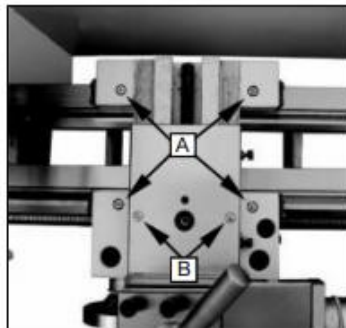

Fig. 36
- 2 . Lossa räfflade skruva (B, Fig. 36) och öppna de glidande fingrar. (C, Fig. 31) tills de stea dy vila burk vara rörd med dess finger runt de arbetsstycke. Säkra de stadig vila i placera.
Smörj Fyra olja hamnar (A, F fig. 36) med 20W maskinolja en gång dagligen.
Smörj två olja hamnar (B, Fig. 36) med 20 W maskinolja en gång dagligen.